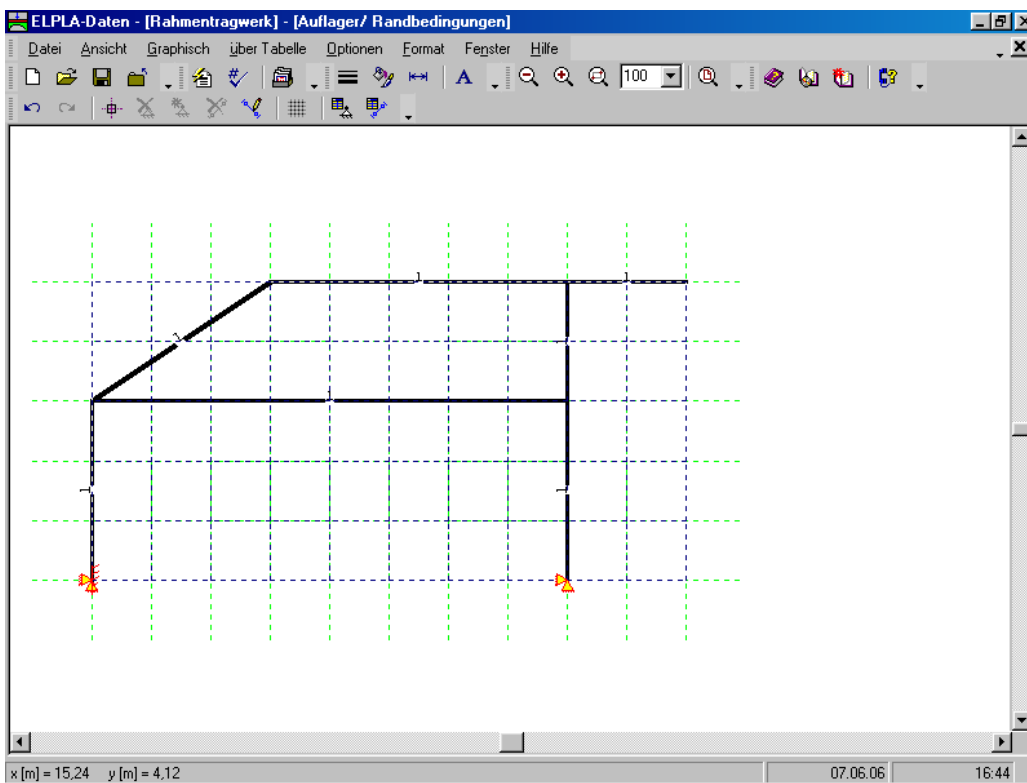

Bild 7-23 Auflager auf dem Bildschirm
Nach der Definition der Auflager sollte der Bildschirm wie das folgende Bild 7-23 aussehen.
- Wählen Sie "Auflager/ Randbedingungen speichern" aus dem "Datei"-Menü im Bild 7-23, um die Daten der Auflager zu speichern